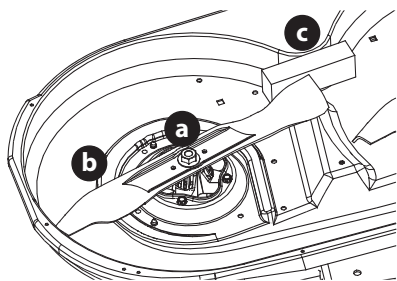

Fig. 50
- Coloque un bloque de madera (c) entre el alojamiento de la plataforma y el borde de corte de la cuchilla (b) para ayudar a aflojar la tuerca hexagonal (a) que fija la cuchilla (b). Utilice una llave de 15/16 pulgadas para aflojar la tuerca hexagonal (a) (Fig. 50).